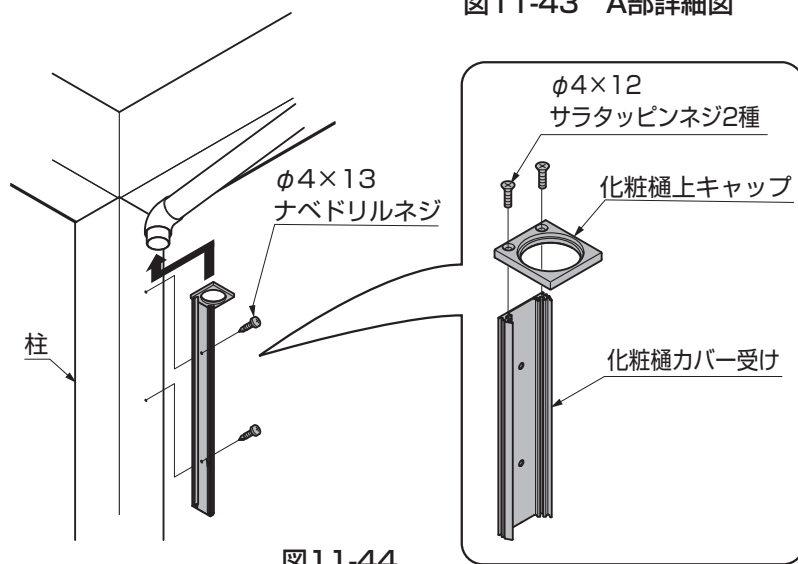

図11-44
- ④化粧樋上キャップを化粧樋カバー受けに「 $\phi 4 \times 12$ サラタッピンネジ2種」で取付けてください。(図11-44参照)
- ⑤組立てた化粧樋カバー受けを柱に「 $\phi 4 \times 13$ ナベドリルネジ」で取付けてください。